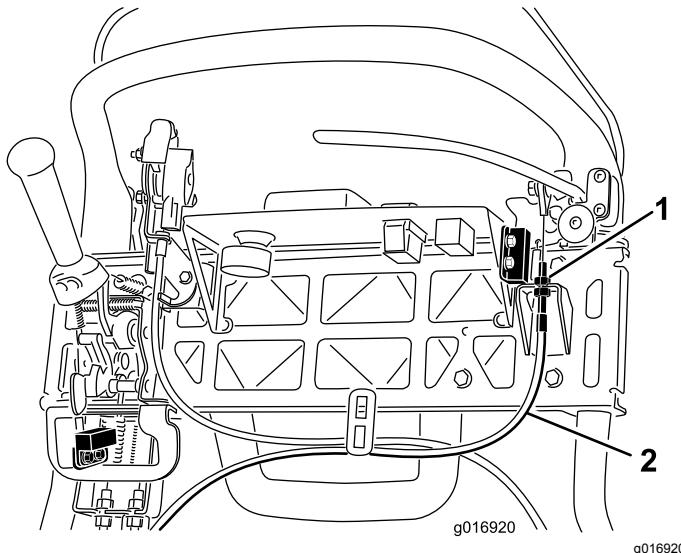

Figura 44
3. Para aumentar la tensión del cable, afloje la contratuerca superior del cable y apriete la contratuerca inferior (Figura 44) hasta que se requiera una fuerza de 156 N aplicada a la palanca de freno para quitar el seguro del freno de estacionamiento. No lo ajuste demasiado, o la cinta del freno puede agarrarse.